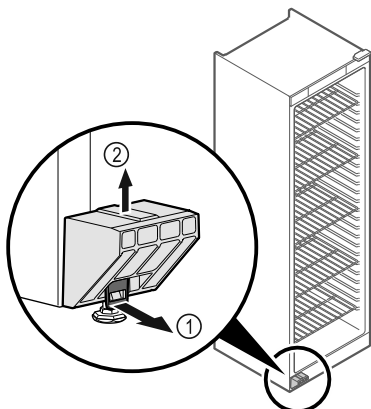

Fig. 4
- ▶ Húzza előrefelé a kötlemet Fig. 4 (1).
- ▶ A szállítási biztosítót Fig. 4 (2) felfelé húzza le.